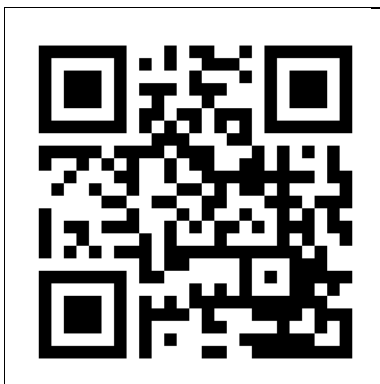

Figure 15
1. Ouvrez le manuel de l'application Eurom Smart avec le code QR (figure 15) ou allez sur [www.eurom.nl/nl/manuals](http://www.eurom.nl/nl/manuals).